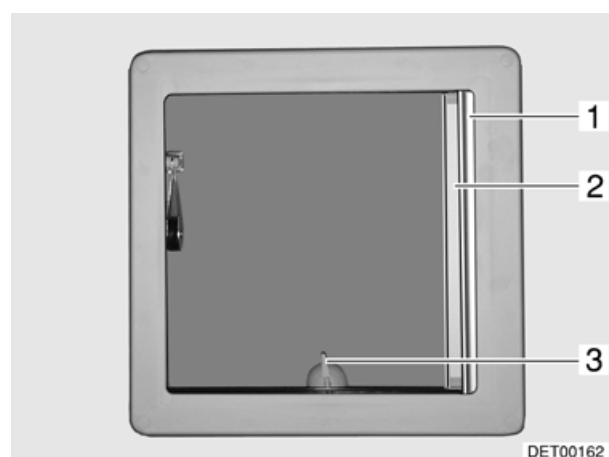

Bild 36 Kipp-Dachlüfter
- Zum Ausstellen den Hebel (Bild 36,3) eine viertel Umdrehung entgegen dem Uhrzeigersinn drehen und Kipp-Dachlüfter am Hebel nach oben drücken.
- Hebel (Bild 36,3) eine viertel Umdrehung im Uhrzeigersinn drehen.
- Faltverdunklung (Bild 36,1) in Pfeilrichtung ziehen und an gewünschter Position loslassen. Die Faltverdunklung bleibt in dieser Position stehen.
- Insektenschutzrollo (Bild 36,2) in Pfeilrichtung ziehen, bis es an der Verriegelung an der gegenüberliegenden Seite einrastet.